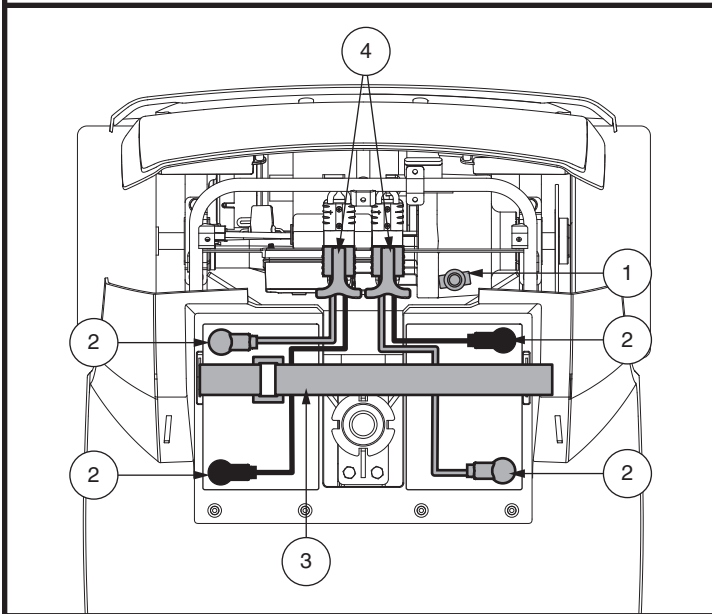

Figure 9 Enlèvement/installation des batteries et connexions
2. Détachez les courroies des batteries. Voir la figure 9.
3. Débranchez les faisceaux de batterie en tirant sur la poignée en forme de T sur les connecteurs du faisceau de batterie et en les tirant vers le haut. Voir la figure 9.
6. Placez une nouvelle batterie dans chaque puits. Placez les bornes de batterie de chaque batterie l'une en face de l'autre et vers les côtés extérieurs du scooter. Voir la figure 9.